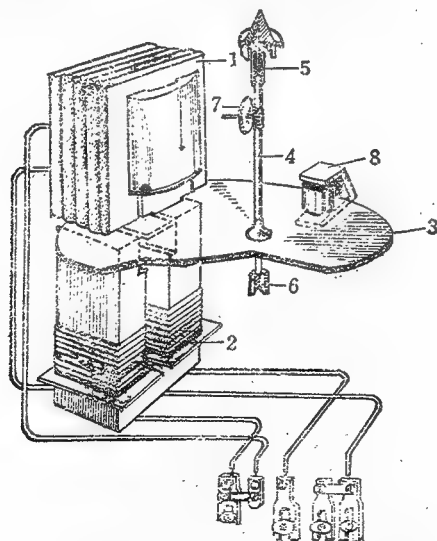

图1 电度表的结构
(1) 电磁系：在叠装的优质硅钢片上，用粗导线绕成的电流绕组组成了电流元件，用细导线绕成的电压绕组组成了电压元件。
(2) 可动部分：在黄铜或铝合金转轴上装固定铝盘，并用上下轴承支持住，使轴与铝盘一起转动。
(3) 永久磁铁：永久磁铁用铝镍钴磁钢制成，并有调节磁性强弱的装置。
(4) 支架。由钢板冲制或用铝合金、锌合金压铸而成。
(5) 积算器。
(6) 外壳及端钮：外罩用铝板冲制或用塑料塑制，底座用钢板冲成，端钮盒用胶木粉压制。电度表的内部结构如下图1。